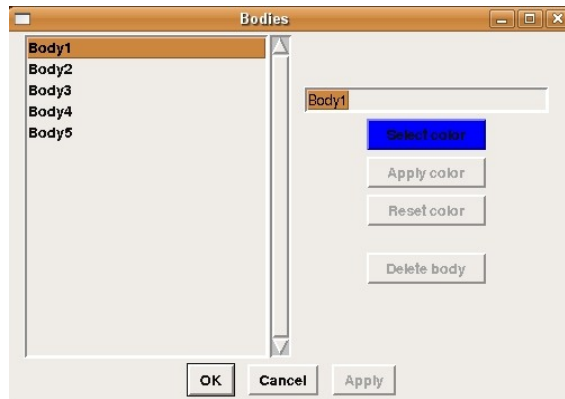

Figura 2.4. Fiestra gráfica das etiquetas dos subdominios
- Abri-la ventá gráfica de Bodies (figura 2.4) dende **Edit-> Bodies...**